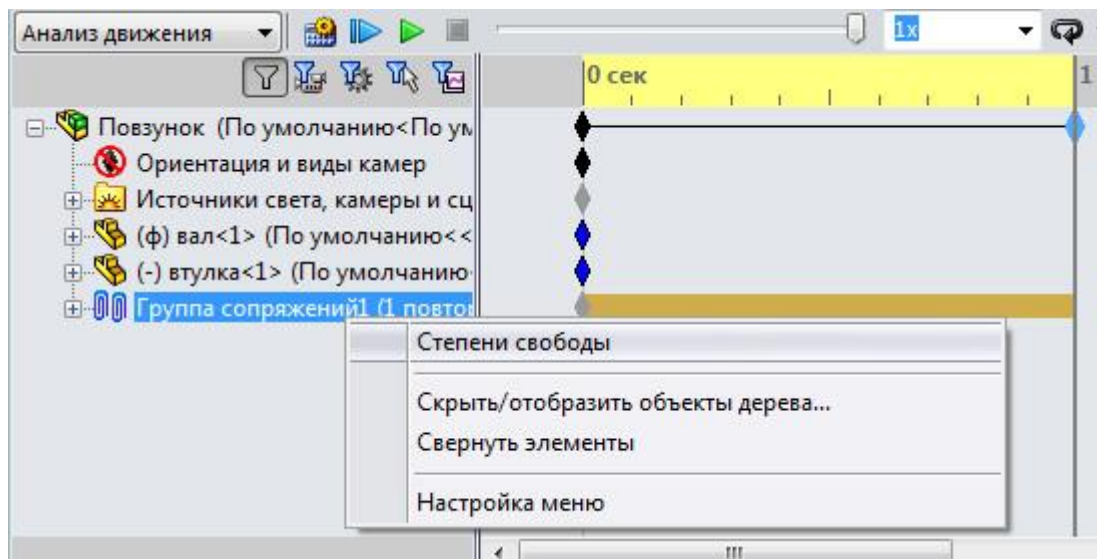
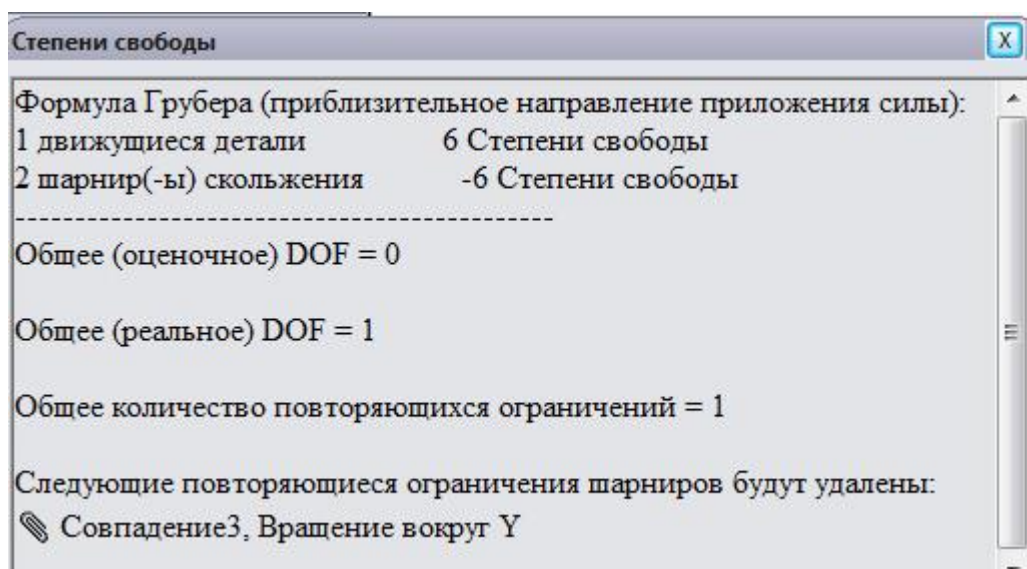
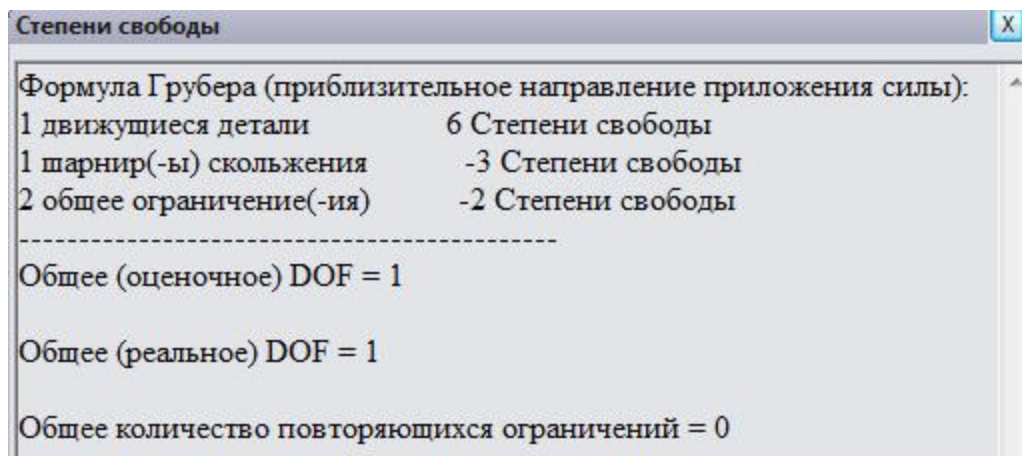

Рис.5.
Рис.6.
Рис.9. Обмеження в збірці з примітивом спряження
**2.9.** В панелі **Motion Manager** натиснути правою кнопкою миші на пункт **Группа Сопряжений1** (див. рис. 5.) і брати **Степени Свободы**. З'явиться вікно степенів свободи, як показано на рис.6
Як виходить з рис.6 загальне число степенів свободи даної (**DOF-Degree of freedom**) збірки дорівнює нулю (чисто арифметично).
Зверніть увагу! В **Группа Сопряжений1** в дужках вказано, що є 1 повторюване обмеження (рис.5).
В панелі **Motion Manager** натиснути правою кнопкою миші на пункт **Група Сопряжений1** (див. рис. 5.) і брати **Степени Свободы**. З'явиться вікно степенів свободи, як показано на рис.9
Як виходить з рис.9 загальне число степенів свободи даної (**DOF-Degree of freedom**) збірки дорівнює нулю (чисто арифметично).